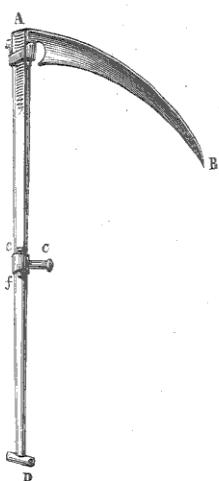
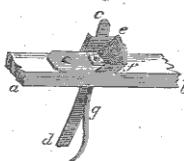
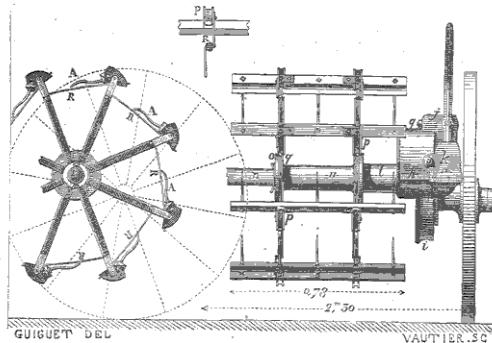
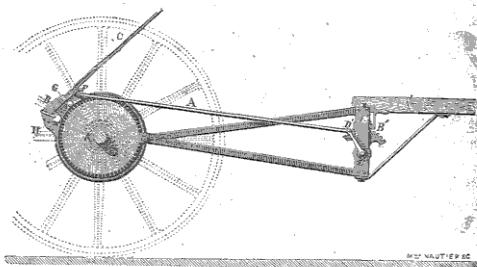

Fig. 70.
Fig. 79. Détail d'une dent de faneuse.
Fig. 80.
Fig. 81. Coupe longitudinale montrant la face interne, la roue et l'avant-train d'une faneuse.
- 1^o D'une lame A B, fig. 70 ;
Quant à la machine en elle-même, elle se compose de deux petites carcasses de cylindre à six ou huit croisillons, d'une apparence analogue à celle des batteurs des petites machines à battre. L'axe *l* et *l*, fig. 80, est le même pour les deux, et le mouvement circulaire leur est communiqué toujours, comme nous l'avons déjà vu bien des fois, par une roue dentée, placée contre le moyeu, fig. 81 (cachée sous *j i*, fig. 70), à l'aide d'un pignon denté terminant l'extrémité de l'axe commun de nos deux petits batteurs. Si on faisait marcher ainsi l'appareil, tout en le mettant à quelques centimètres au-dessus du sol, nous aurions exactement le mouvement des machines à battre. Mais chaque petite batte est munie d'un râteau à cinq dents et d'un ressort qui le maintient toujours dans le sens de son *croche AA*, fig. 80, mais qui cède pour le laisser replier en arrière, s'il rencontre un corps dur ou s'il est réglé trop près de terre. C'est là surtout que se trouvait le mérite du faneur de MM. Smith et C^{ie}, qui depuis a été copié par presque tous les constructeurs. D'après la description générale qui précède, chaque faneur a donc quatre-vingts dents, réparties en seize râteaux détachés. Celui dont nous venons de parler fait partie des collections du Conservatoire.
La fig. 80 représente la coupe d'une des deux carcasses de la faneuse. Un espèce de moyeu creux très-allongé est traversé par l'axe *l*. De ce moyeu partent huit croisillons qui supportent : 1^o un ressort *R*, qui sert pour la dent voisine; 2^o une dent croche émboîtée dans un sabot ayant à peu près la forme d'un quart de section de cylindre; ce sabot est plat et fixé sur la traverse-support-général qu'on voit très-bien dans les fig. 79 et 80. Dans la fig. 80, les dents sont fermées et reposent sur le ressort *R*.
Dans la fig. 79 on trouve le détail de cette même griffe rabattue comme le sont celles de la fig. 80 : *d* est le ressort, *e* représente une fraction du support commun, *f* la partie du sabot qui glisse sur le ressort quand on veut armer la griffe *g* de la faneuse.
La roue a un axe indépendant, mais elle commande à tout à l'aide d'une roue dentée qui est encaissée dans la partie *j* de la fig. 80, et qui est mise à nu dans la fig. 81.
Cette grande roue dentée est en rapport avec un pignon visible *G* dont nous dirons tout à l'heure l'usage, et avec un autre pignon qui n'est pas figuré et qui commande à l'axe *B*, celui des faneuses. Cet axe est en rapport avec un levier *CG*, inter-résistant, qui prend son point d'appui en face de *G*, fig. 81. Quand on pèse sur ce levier, le pignon de l'axe *B* des faneuses se désembraye et les roues de
Il faut se reporter à la fig. 81 pour saisir la marche de cet appareil nouveau. F est le point d'attache du pignon, A une tige d'appel qui va s'articuler en D' avec un petit levier que commande un segment de roue dentée, lequel obéit lui-même à une vis sans fin B'E' que commande la manivelle A'. Quand on tourne de façon à appeler le point F en avant vers le limon (on voit la partie postérieure de ce limon, à laquelle se rattachent deux longerons et un cadre de support), la calette *j i* de la fig. 80 est attirée en tournant autour de l'axe de la roue K, fig. 81, l'axe B des faneuses obéit, et par conséquent les dents sont écartées du sol. Si on exagère cette manœuvre jusqu'à sa dernière limite, on enlève les faneuses assez haut pour que l'instrument puisse être transporté d'une pièce dans une autre ; il faut avoir soin, en même temps, de
Dans la fig. 80 on voit les parties qui recouvrent toutes les pièces que nous venons de décrire : *ji* contient la grande roue de commande qui obéit à la roue de support; *k* cache le pignon dont l'axe se voit en *F*, fig. 81; *gh* renferme le pignon de l'axe *B*, des faneuses.
Pour éviter les mouvements brusques, les secousses d'un temps d'arrêt immédiat, les faneuses ont été placées sur un essieu unique *nn*, fig. 80, avec une seule séparation, fixée par deux clavettes comme il y en a une en *o*. Mais le manchon *l* obéit seul au pignon de transmission; il s'ensuit que, quand le mouvement est suspendu comme force vive, les faneuses peuvent encore tourner avec leur vitesse acquise jusqu'à ce qu'elles s'arrêtent naturellement, sans choc ni secousse.